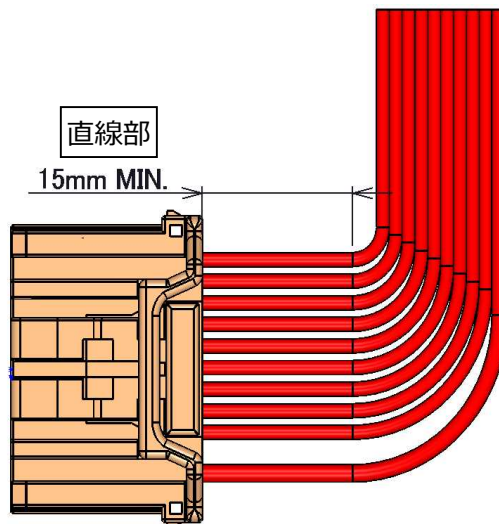

図 46.電線引き出し方法
- ①電線を横に引き出す場合は、ハウジングホールの中でメス端子が傾いたり、メス端子と側壁に過度な力が掛からない様に、図 46 に示すように直線部(最低 15mm)を設けて下さい。
- ②直線部を設け、任意の R で電線を曲げて横方向に引き出してください。